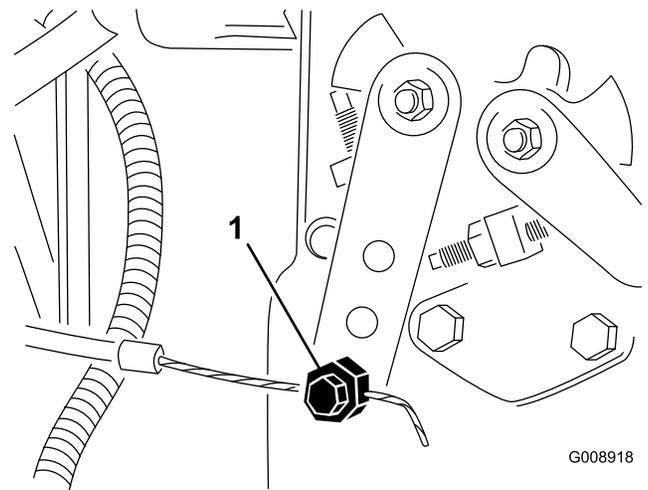

図 83
4. 噴射ポンプのレバーアーム **図 83** の部分にあるスロットルケーブルのコネクタをゆるめる。